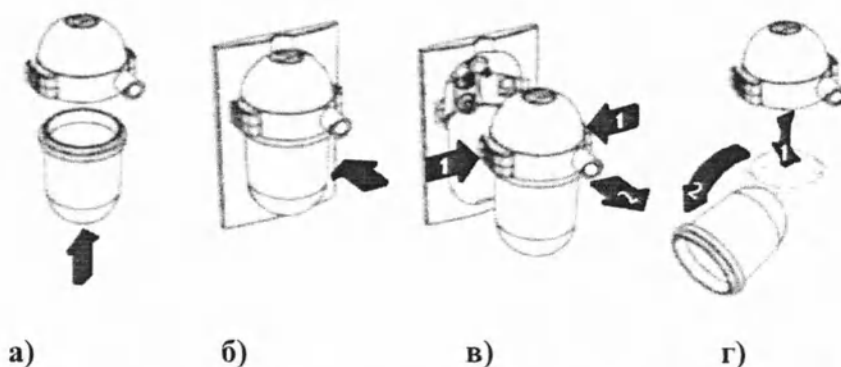

Рисунок 27 – Влагоборник системы газового анализа
7.10 Соберите стакан и фильтр влагосборника в одно целое (см. рисунок 27а). Для установки влагосборника держите его вертикально, совместив отверстия в фильтре с посадочными местами на держателе, аккуратно защелкните его на место (см. рисунок 27б). Убедитесь, что влагосборник плотно и надежно закреплен.
Соедините вход фильтра со специальным резьбовым наконечником средней трубки потокового сенсора (см. рисунок 27б).
7.11 При извлечении/замене влагоборника необходимо нажать на два фиксатора, расположенные по бокам фильтра и потянуть влагоборник на себя (см. рисунок 27в).
Для рассоединения фильтра и стакана влагоборника, например, для удаления влаги, поворачивая стакан относительно фильтра, одновременно с небольшим усилием развести их в противоположные стороны. Освободите стакан влагоборника от влаги (см. рисунок 27г), и переустановите влагоборник (см. рисунок 27а, б). Не допускайте заполнения стакана влагоборника более чем наполовину.
10.9 После обработки, высушивания и сборки установите влагосборник системы газового анализа на место, как описано в п. 7.11 (см. рисунок 27).